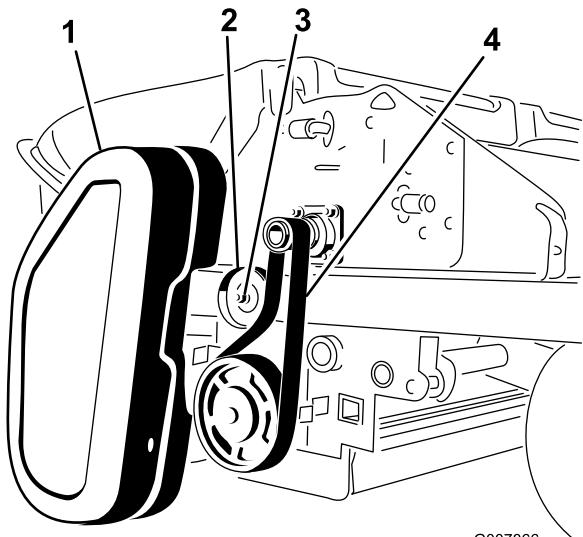

Figura 60
1. Togliete il paracinghia (Figura 60).
2. Allentate il dado sulla puleggia tendicinghia (Figura 60).
3. Fate fuoriuscire la cinghia dall'albero della trinciatrice e dalla puleggia della spazzola (Figura 60).